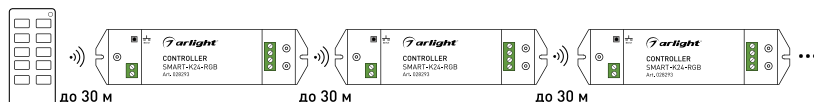

Рисунок 2. Ретрансляция сигнала от пульта ДУ.
- 3.7. Все контроллеры автоматически ретранслируют сигнал от пульта ДУ или панели управления (рисунок 2). Расстояние между устройствами на открытом пространстве может достигать 30 м.